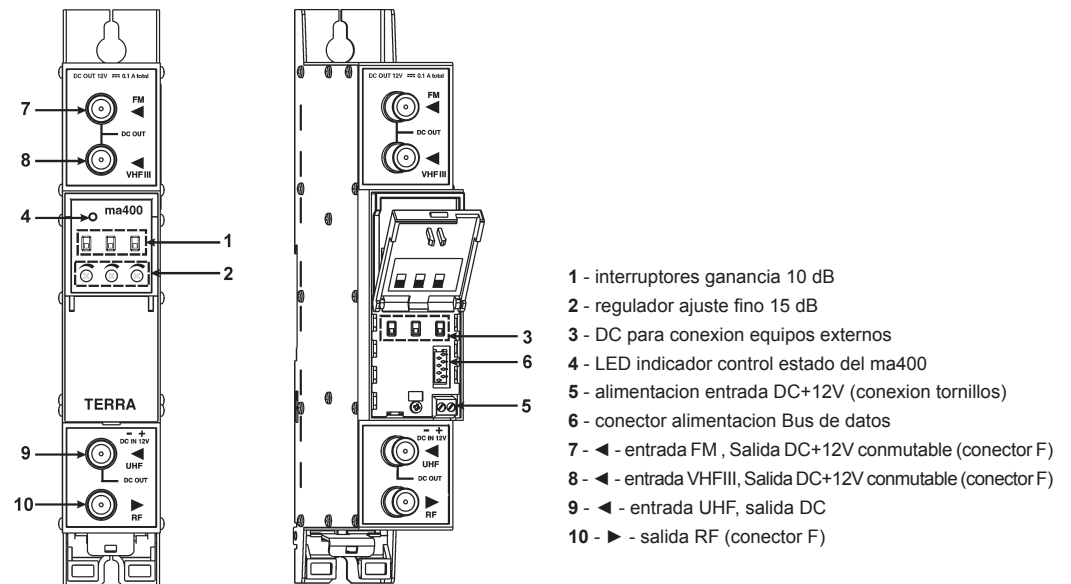

Figura 1. Vision externa del amplificador
Gire los trimmer en el sentido de las agujas del reloj, con el destornillador de plástico suministrado, para aumentar la ganancia para cada sub-banda (figura 1, pos. 2).